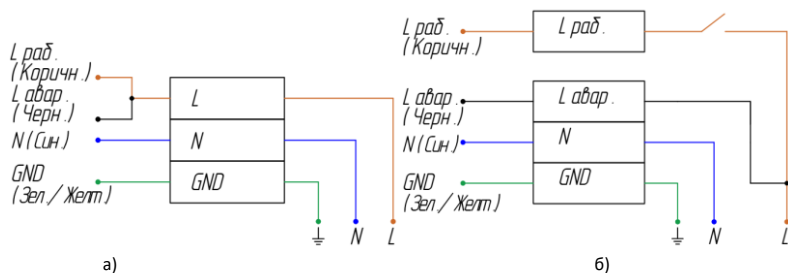

Рисунок 10 — Схема подключения аварийного светильника:
5.4.4. Если предполагается включать и выключать светильник в рабочем режиме, присоедините фазный рабочий провод (Лраб.) к клемме Лраб. через выключатель (см. рисунок 10, б). В данном случае возможно включение/отключение рабочего